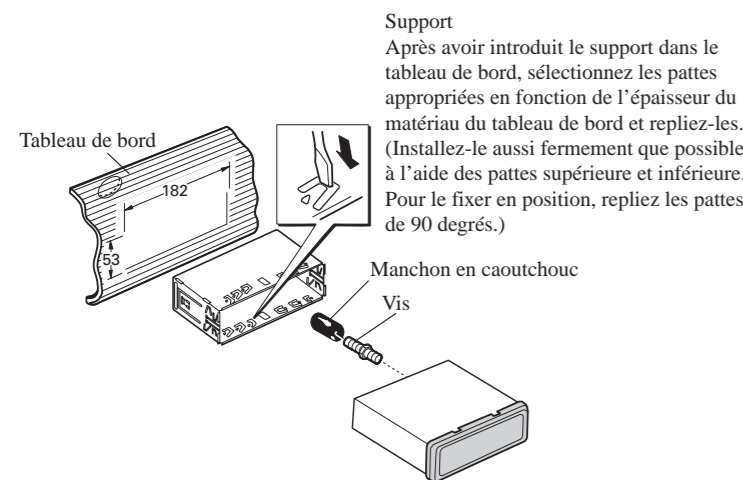

Fig. 4
**Installation avec le manchon en caoutchouc (Fig. 4)**